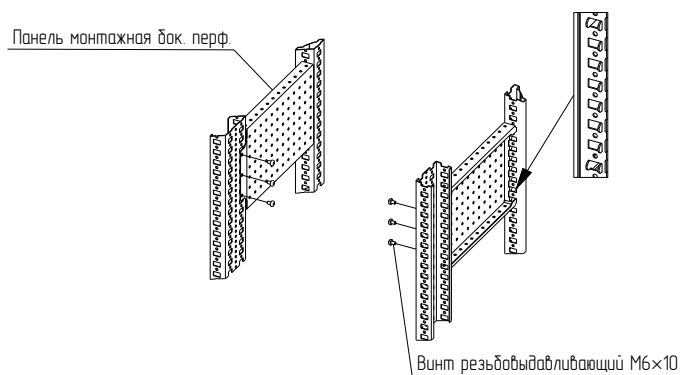

Рисунок 75
4.25.3 Установить на нужной высоте панель монтажную боковую перфорированную между стойкой каркаса и стойкой дополнительной вертикальной, закрепить винтами М6×10 (рисунок 75). Момент затяжки – 7 Н·м.